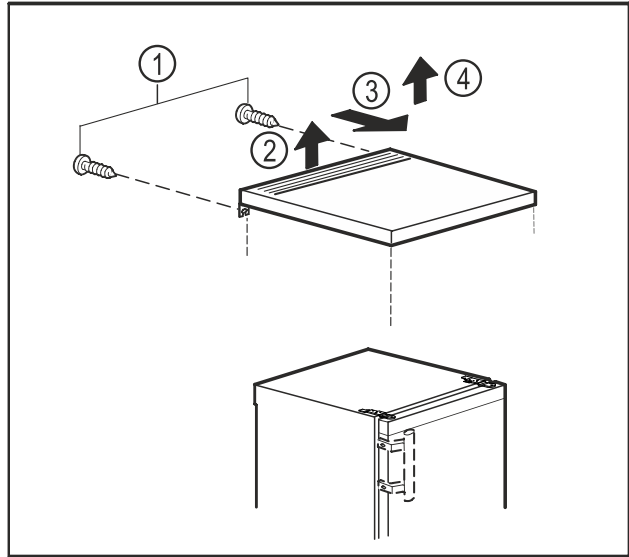

Fig. 10
- Arka taraftaki civataları çıkarın. Fig. 10 (1)
- Çalışma tezgahını arka kısımdan yukarı kaldırın. Fig. 10 (2)
- Çalışma tezgahını öne doğru kaydırın. Fig. 10 (3)
- Çalışma tezgahını yukarı doğru çıkartın. Fig. 10 (4)